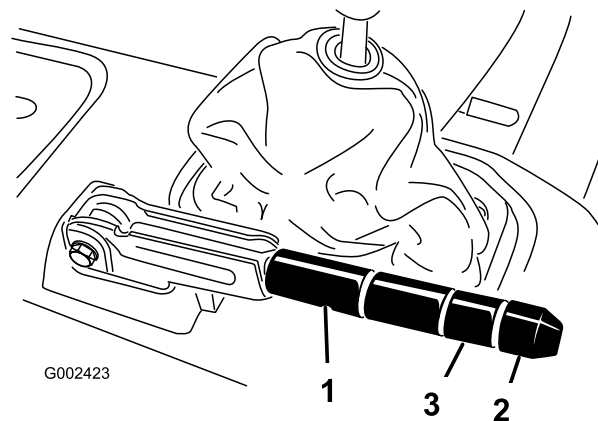

Figure 68
2. Desserrez la vis de fixation du bouton sur le levier du frein de stationnement (Figure 68).